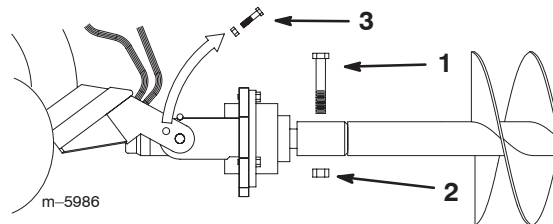

Bild 5
9. Befestigen Sie den Erdbohrer mit einer Schraube (7/8 x 4-1/2 Zoll) und einer Mutter (7/8 Zoll) am Antriebskopf (Bild 5).
10. Nehmen Sie die Schrauben und Muttern von den Wiegearmen ab, die Sie ggf. in den Schritten 1 und 4 montiert haben (Bild 5).